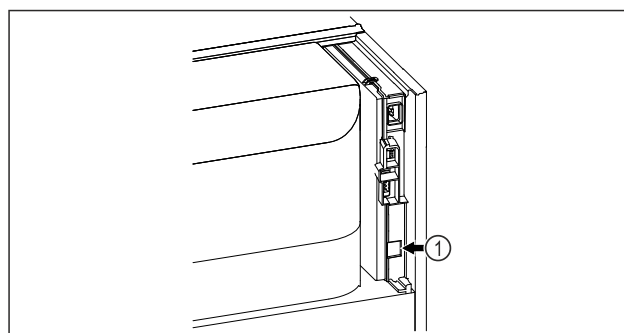

Fig. 84
- SmartModule Fig. 84 (1) ist eingesetzt.